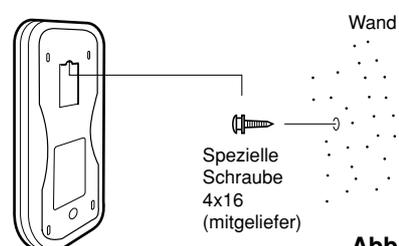

Abb. 7-13
- 3) Die mitgelieferte spezielle Schraube 4x16 in die Wand einschrauben. (Abb. 7-13)
- 3) Die mitgelieferte spezielle Schraube 4x16 in die Wand einschrauben.(Abb. 7-13)